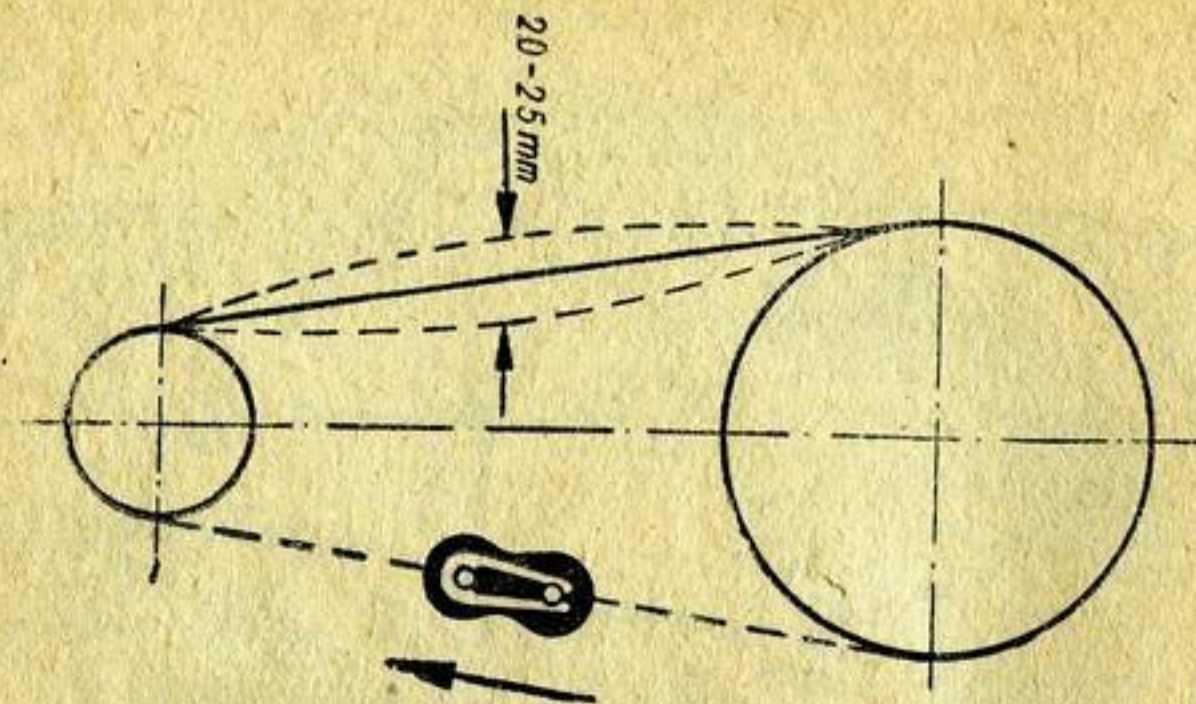

Рис. 17. Установка защелки замка цепи
Уход за цепью сводится к периодической регулировке и смазке. Регулировку (подтяжку) необходимо производить через каждые 500 км, а смазку после 3000 км пробега. Для смазки цепи надо поставить мотоцикл на центральную подставку, разъединить замок, снять цепь, промыть в чистом бензине и погрузить на 5—10 мин. в разогретую до жидкого состояния графитную смазку УСсА, после чего протереть ее салфеткой. Установить на место и соединить замком. Защелка замка устанавливается разрезом в сторону, противоположную движению цепи (рис. 17).
- равномерно подкручивая гайки 3, отрегулировать цепь таким образом, чтобы вертикальное перемещение нижней ветви цепи было 20—25 мм (рис. 17), переднее и заднее колеса после регулировки натяжения цепи должны находиться в одной плоскости. Регулировка установки колес в